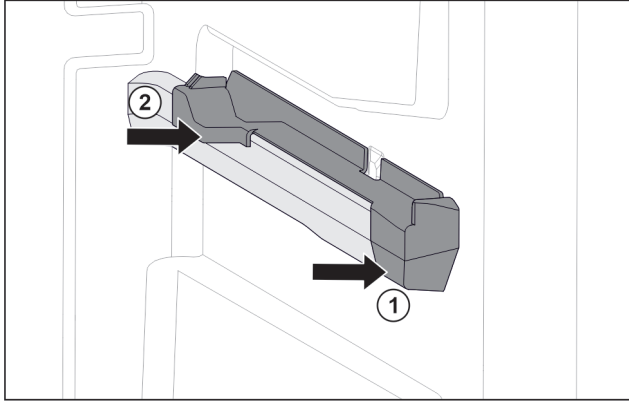

Fig. 119 Oikeanpuoleisen kannattimen kiinnitysosa
- ▶ Aseta kiinnitysosa edestä kannattimeen. Fig. 119 (1)
- ▶ Paina kiinnitysosa takaa paikalleen. Fig. 119 (2)